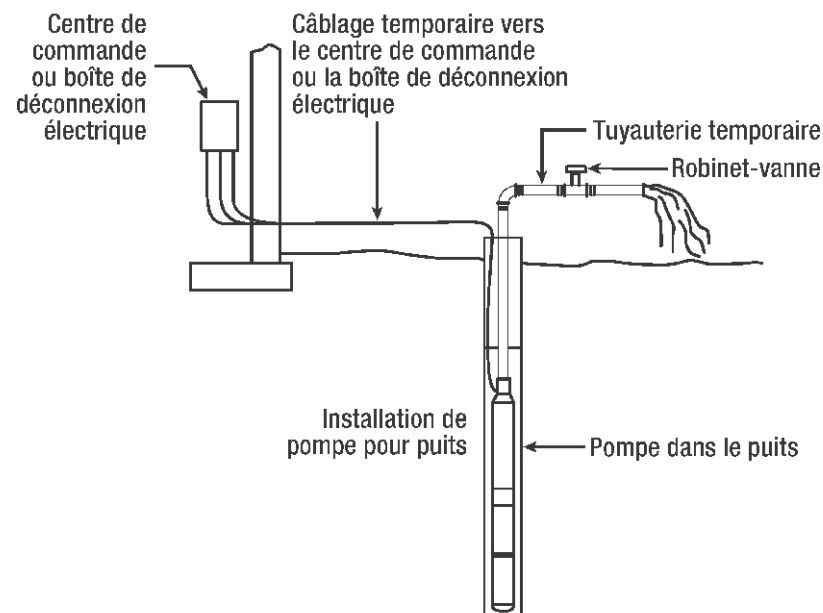

Figure 12 — Installation typique d'une pompe
1. Raccordez un coude de tuyau, une courte longueur de tuyau et un robinet-vanne sur le tuyau de refoulement de la pompe à la tête du puits (voir figure 12).
5. Réglez le robinet-vanne de refoulement à 1/3 ouvert; démarrez la pompe (voir figure 12).